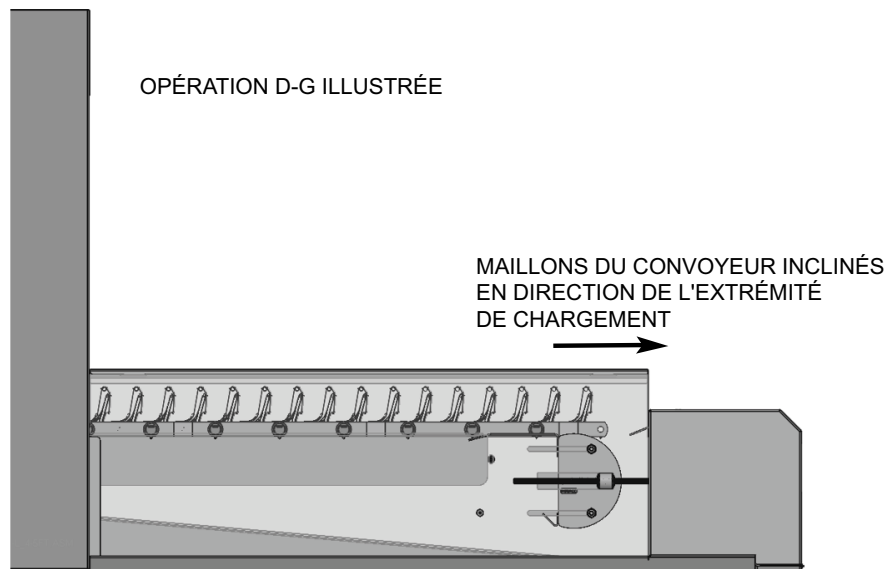

Fig. 40
- Positionnez la première section du convoyeur en ligne avec la machine, à l'extrémité de chargement. Les maillons à raclette doivent être inclinés en direction de l'extrémité de chargement de la machine (Fig. 40).
REMARQUE : À chaque fois qu'une roulette du convoyeur est installée ou remplacée, une NOUVELLE bague de retenue (Fig. 40) doit être utilisée.